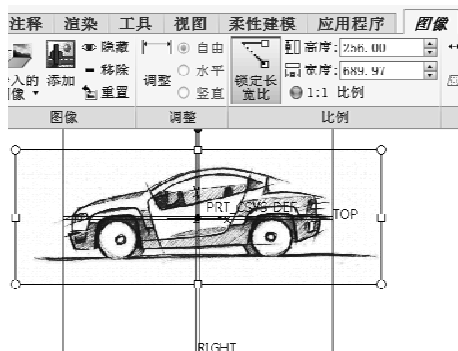

图 10-44 设置图像比例和放置位置
④ 注意确保使“图像”选项卡的“比例”面板中的“锁定长宽比”按钮处于被选中的状态，在“高度”文本框中输入“256”，接着使用鼠标拖曳的方式将图像整体拖放到放置平面的合适位置处，如图 10-44 所示。